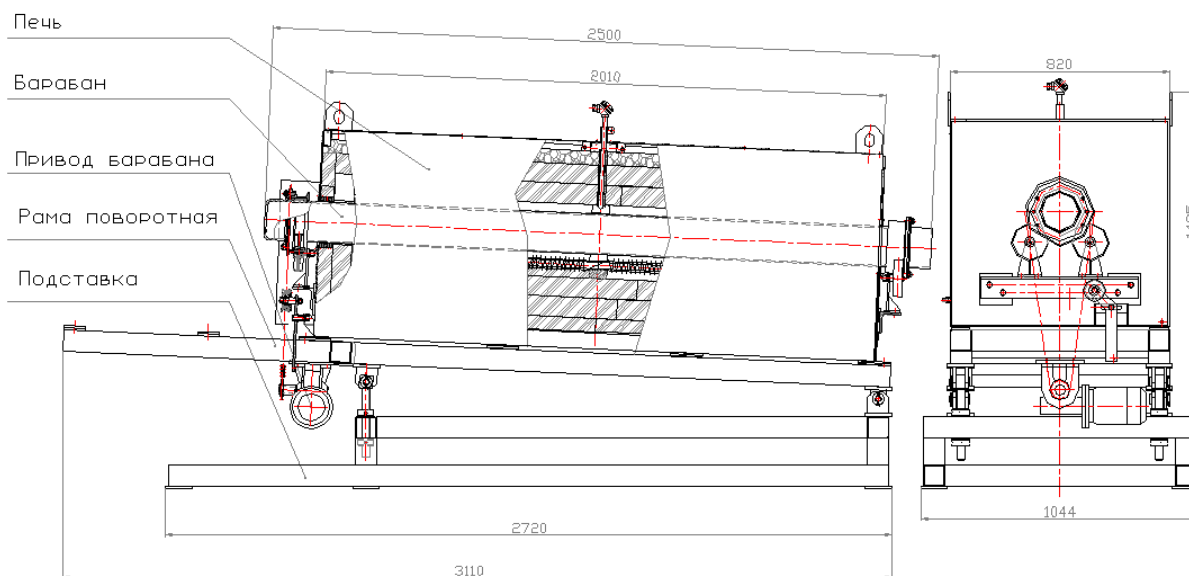

Рис. 1.
5.1. Установка содержит следующие основные устройства (см. рис.1):